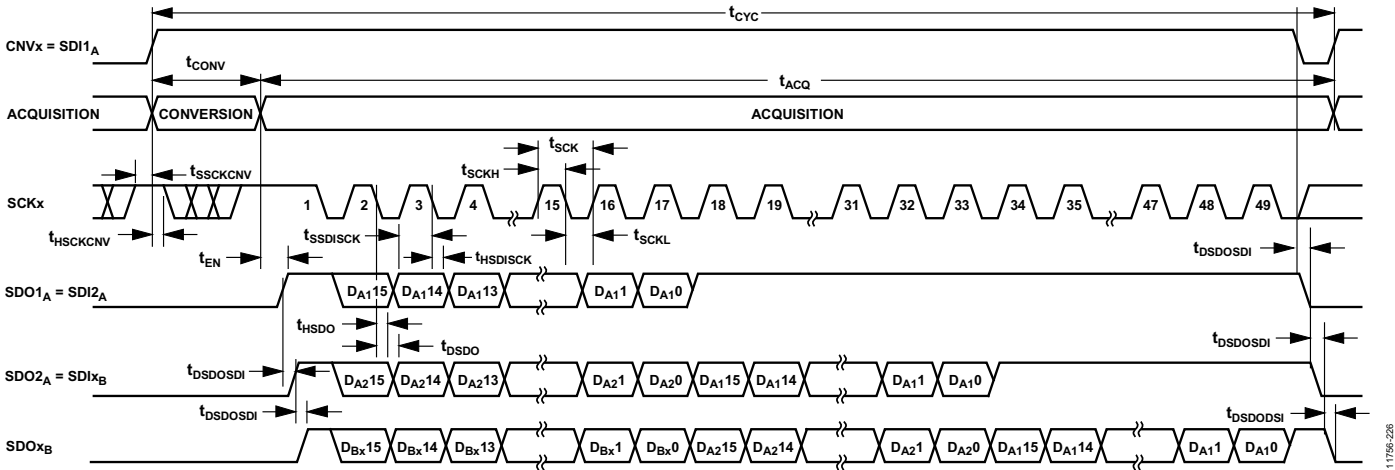

图49. 链模式(带繁忙指示)串行接口时序
- 链模式下，在CNVx上升沿期间，SCKx为高电平（参见图49）。
使用三个AD7902 ADC的连接图示例参见图48。相应的时序参见图49。